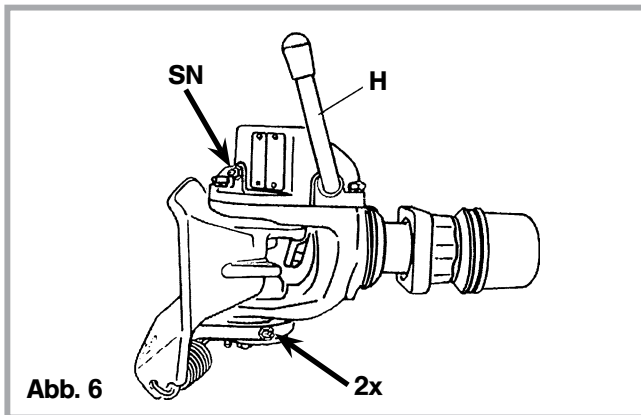

Abb. 6
- Abschmieren über Schmiernippel (SN) (s. Abb. 6)